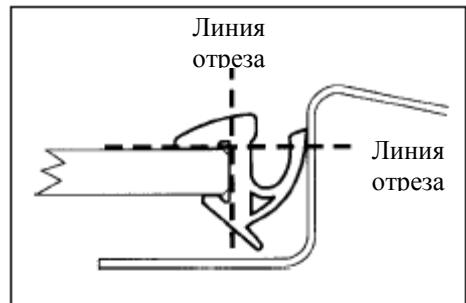

Рис. 543
- a. Отрежьте полоску уплотнения ножом, как показано на рисунке(рис. 543)